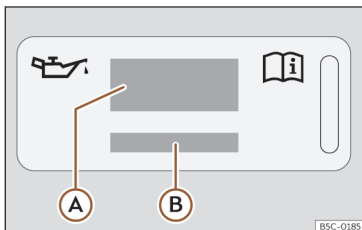

Fig. 197 En el vano motor: etiqueta de aceite de motor
Leyenda de la >>> **fig. 197:**
Si debe rellenar el aceite del motor, utilice uno de los aceites indicados en la etiqueta >>> **fig. 197**. La etiqueta con la norma prescrita
- Si falta la etiqueta con la especificación del aceite motor >>> **fig. 197**, póngase en contacto con un taller especializado.